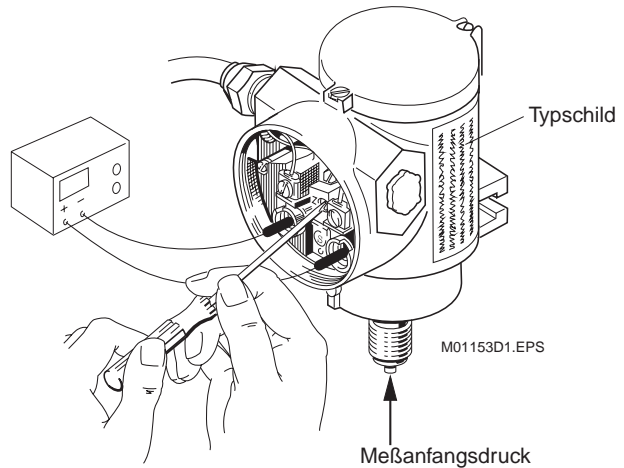

Bild 16. Korrektur des Meßanfanges
- Den Druck entsprechend dem Meßanfangswert auf das Meßwerk geben. Mit Hilfe eines Schraubendrehers das Potentiometer "Z" (Bild 16) so lange betätigen, bis das Strommeßgerät 4 mA anzeigt (drehen im Uhrzeigersinn bedeutet erhöhen des Ausgangssignals).
7. Den Druck entsprechend dem Meßanfangswert auf das Meßwerk geben. Mit Hilfe eines Schraubendrehers das Potentiometer "Z" (Bild 16) so lange betätigen, bis das Strommeßgerät 4 mA anzeigt (drehen im Uhrzeigersinn bedeutet erhöhen des Ausgangssignals).